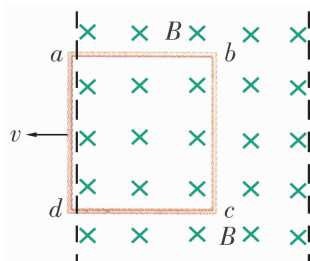

图 1-5-14
1. 如图 1-5-14 所示, 把正方形线框  $abcd$  从磁感应强度为  $B$  的匀强磁场中匀速拉出, 速度方向与  $ad$  边垂直向左, 速度的大小为  $v$ , 线圈的边长为  $l$ , 每边的电阻为  $R$ , 问线圈在运动过程中,  $ad$  两点间的电势差为多少?